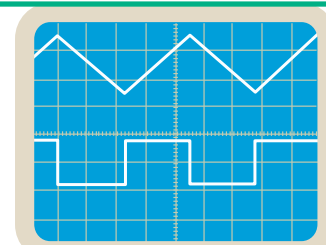

Fig.11 : Oscillogrammes des tensions  $u_{AB}$  et  $u_{BC}$
On visualise simultanément la tension  $u_{AB}$  aux bornes du résistor sur la voie  $Y_1$  et la tension  $u_{BC}$  aux bornes de la bobine ( $B_1$ ) sur la voie  $Y_2$  de l'oscilloscope au lieu de  $u_{CB}$  (Fig.11), et ce en appuyant sur le bouton INV de  $Y_2$ .
- 2°) Par exploitation des oscillogrammes de la figure 11 :
Comme celle délivrée aux bornes du générateur BF, la tension  $u_{AB}$  aux bornes du résistor est une tension triangulaire (Fig.11). D'après la loi d'Ohm,  $u_{AB} = R_o i$ , d'où  $i = \frac{u_{AB}}{R_o}$ . Donc, le courant débité par le générateur BF dans le circuit extérieur constitué par le résistor de résistance  $R_o$  et la bobine est un courant variable d'intensité  $i(t)$  et de forme triangulaire. Étant parcourue par un courant d'intensité variable  $i$ , la bobine est le siège d'une f.e.m. d'auto-induction  $e$ . Par conséquent,  $u_{BC}$  aux bornes de la bobine s'écrit :  $u_{BC} = -e + r i$ . En négligeant  $r$  devant  $e$  on aura :  $u_{BC} \simeq -e$ .
La forme de l'oscillogramme de la figure 11 montre que  $u_{BC}$  est une tension carrée :
2°) Préciser parmi les oscillogrammes de la figure 12 ceux qu'il faut comparer avec les oscillogrammes de la figure 11 pour montrer si l'inductance de la bobine dépend de la fréquence du GBF.